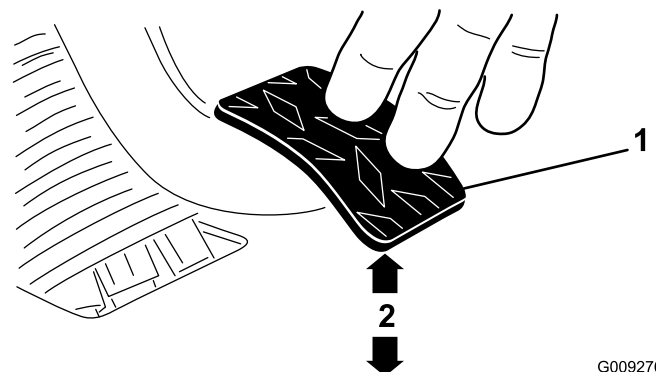

**Figura 58**
1. Afloje las contratuercas que fijan el cable del embrague al soporte de la carcasa (Figura 58).